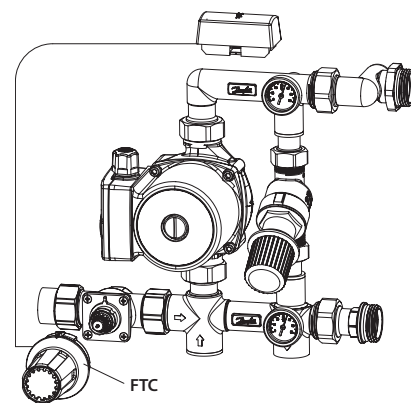

图3
6. FTC 恒温阀头在包装内。根据随附说明将其安装到混水中心上，见图3。